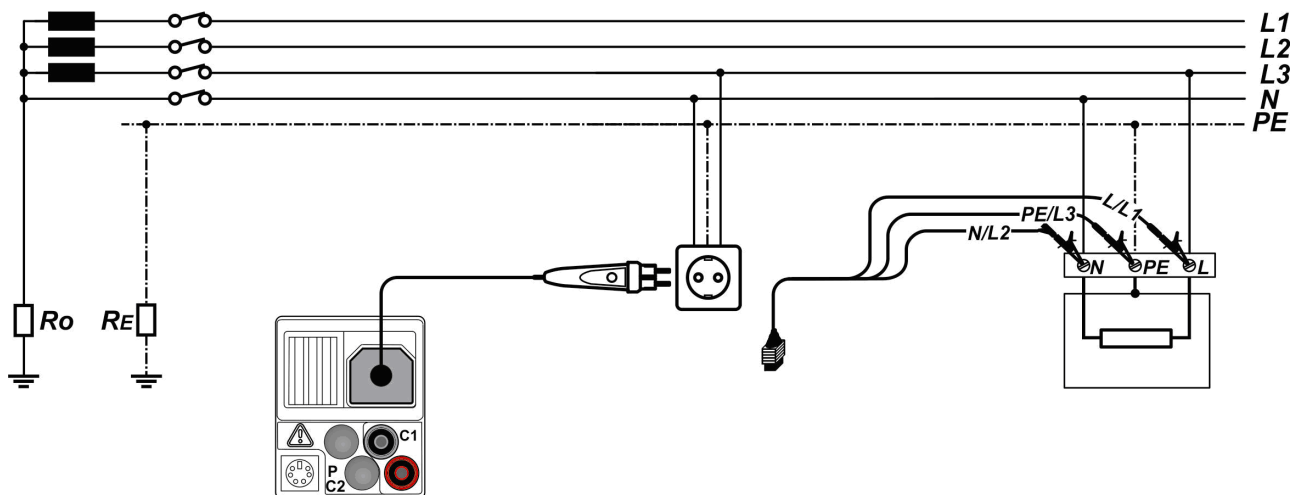

Рисунок 42
- Подключите** измерительную проводку к тестируемому элементу (см. Рисунок 42 Подключение штексельного шнура «plug commander» и 3-х проводного тестового кабеля).